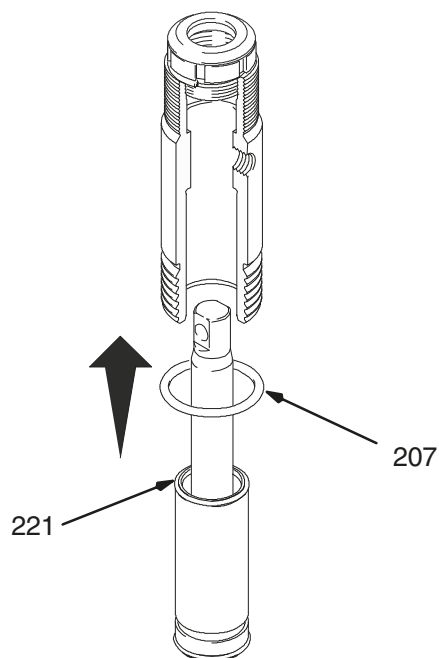

Fig. 17
Fig. 17. Graissez le joint torique (221) et mettez-le en place sur la chemise. Faites coulisser l'ensemble chemise/tige de piston dans le bas du cylindre. Remplacez le joint torique (207) si vous le souhaitez.